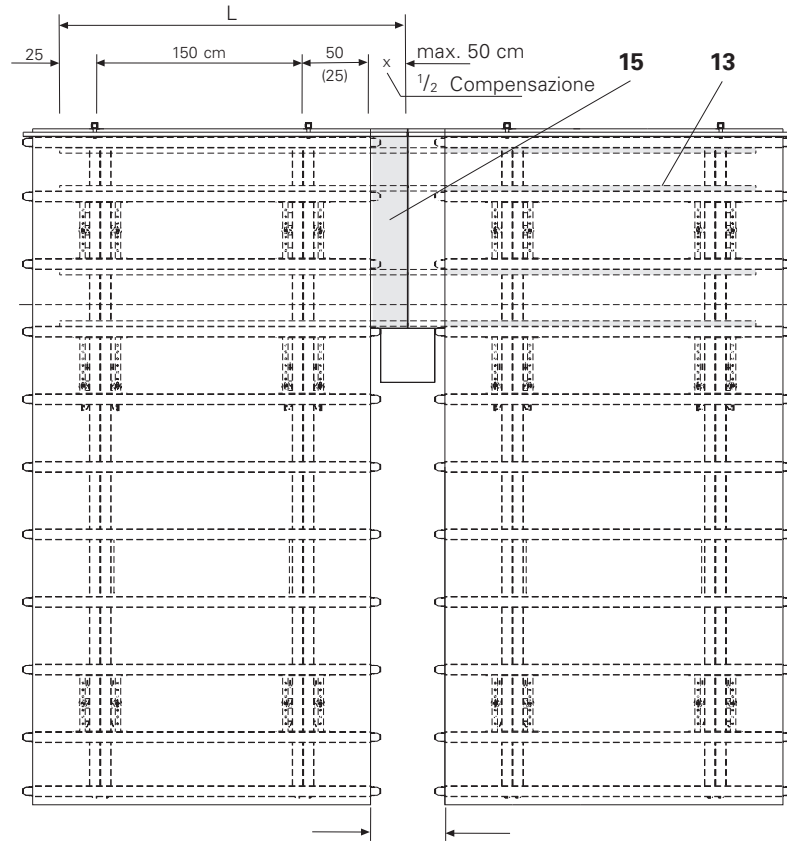

Fig. A5.01
(Fig. A5.01)
3. Coprire $1/2$ compensazione con manto (15). (Fig. A5.01)